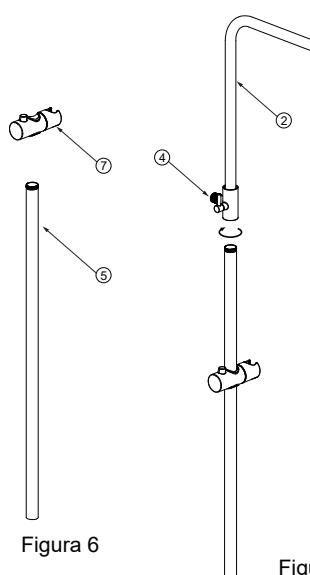

Figura 7
- b) Sbloccare il fermo sul connettore del tubo ④ e collegare il tubo del braccio ② alla barra montante e serrare (Figura 7).